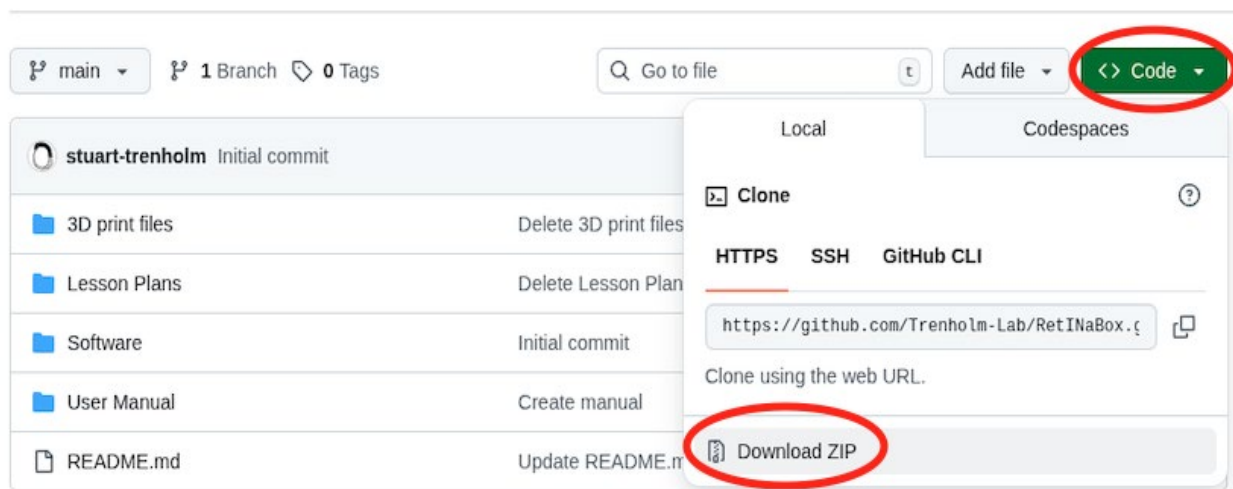

图 29：从 GitHub 下载 RetINaBox 软件
- b. 点击绿色的“Code”按钮，然后点击“Download ZIP”（如图 29）。下载完成后，ZIP 文件会出现在您的 Downloads 文件夹中，文件名为 RetINaBox-main.zip。